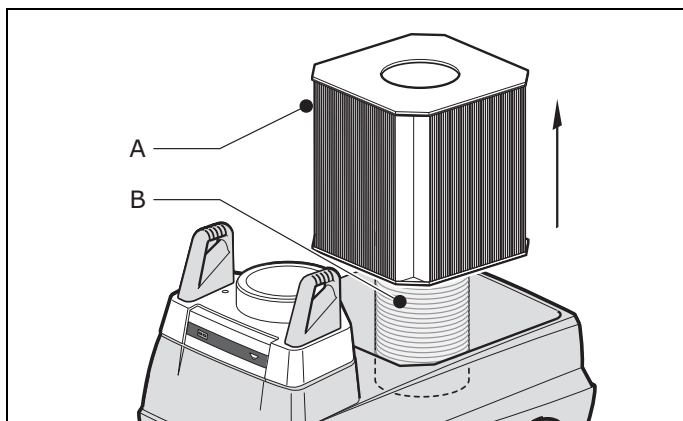

Fig. 6.3 : Remplacement des filtres
- Fig. 6.3
- Retirez le filtre principal (A). Ils n'est pas nécessaire de démonter le pare-étincelles (B), à moins qu'il doit être remplacé.